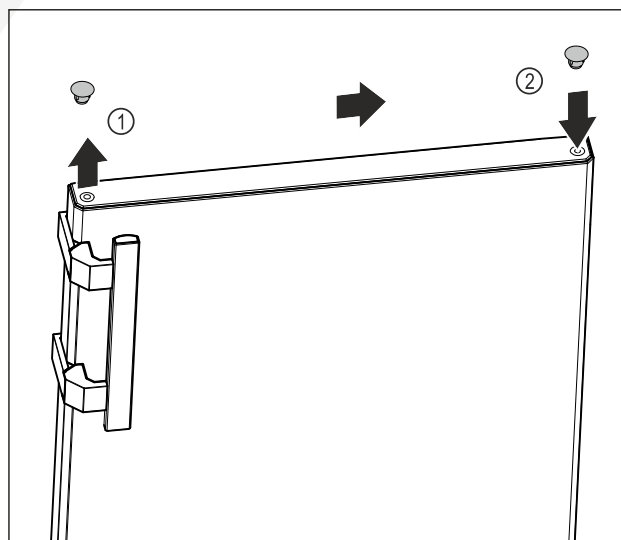

Fig. 14
- Óvatosan emelje le az ajtó felső oldalán a fedődugót Fig. 14 (1) egy lapos csavarhúzóval.
- Helyezze fel a fedődugót a másik oldalon. Fig. 14 (2)